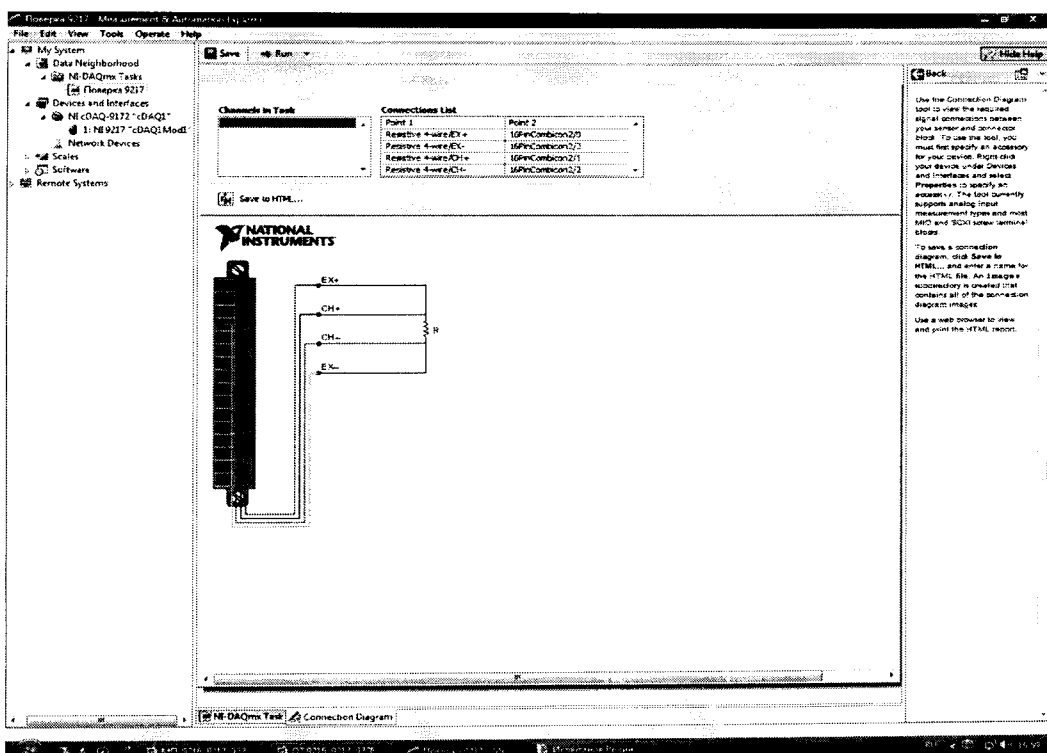

Рисунок 13.
7.4.4 Перейти во вкладку «Connection Diagram» (рисунок 13). Соединить с помощью проводов в соответствии со схемой соединений, отображаемой в окне программы, клеммы соответствующих декад магазина сопротивлений с контактами терминального блока.